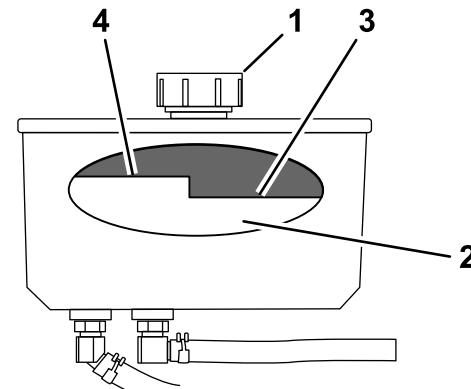

Figura 72
4. Limpie alrededor del cuello de llenado y el tapón del depósito de aceite hidráulico (Figura 72).
5. Retire el tapón del cuello de llenado (Figura 72).
- Nota:** El nivel de aceite debe estar por debajo del nivel caliente del tabique cuando el aceite está caliente (Figura 72).